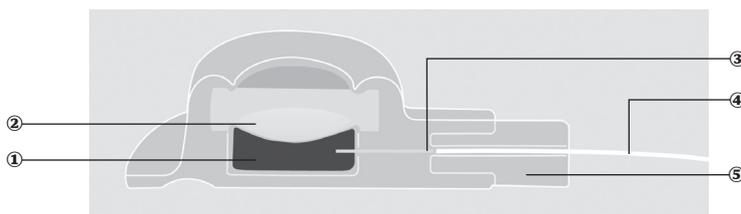

Figura 1: ilustración del puerto de acceso vascular implantable.
El puerto de acceso vascular implantable está formado por un reservorio ①, una membrana ② y un tubo de salida ③ donde se fija un catéter ④ mediante un conector encajable radiopaco ⑤. Véase la figura 1: ilustración del puerto de acceso vascular implantable.